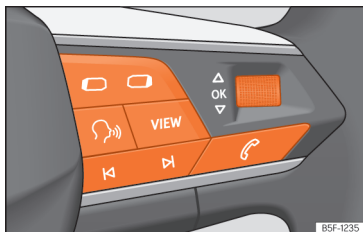

Fig. 70 Lado direito do volante multifunções: botões para utilizar os menus e as indicações informativas do painel de instrumentos.
Enquanto existir uma advertência com prioridade 1 »» Página 80, não será possível aceder a nenhum menu. Algumas advertências podem ser confirmadas e ocultadas com o botão **OK** do volante multifunções »» Fig. 70.
- Se aparecer uma mensagem ou o pictograma de um veículo, pressione o botão **OK** »» Fig. 70; se for necessário, várias vezes.
- Para mudar de menu use os botões **◀** ou **▶** »» Fig. 70.
- Para abrir o menu ou a indicação informativa exibida, pressione o botão **OK** »» Fig. 70 ou espere alguns segundos até que o menu ou a indicação informativa se abra automaticamente.
- No menu visualizado, rode a rodinha direita do volante multifunções »» Fig. 70 até que a opção de menu desejada fique realçada. A opção aparece assinalada.
- Pressione o botão **OK** »» Fig. 70 para realizar as alterações desejadas. Uma marca indica que a função ou o sistema em questão estão ativos.
Pressionar o botão **◀** ou **▶** »» Fig. 70.